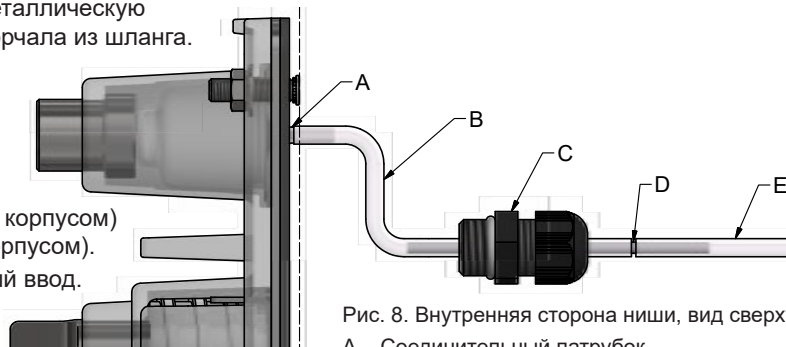

Рис. 8. Внутренняя сторона ниши, вид сверху.
1. Немного обрежьте входящий в комплект шланг до детали 1 пускового шланга (В), внутренняя деталь, см. рисунок 8. *Имейте в виду, что длина шланга должна учитывать будущую возможность обслуживания, связанного с необходимостью понизить уровень воды в бассейне.*
3. Наденьте другой конец пускового шланга на металлическую трубку (D) так, чтобы примерно треть трубки торчала из шланга.
4. Пропустите шланг с трубкой через кабельный ввод (C), расположенный внутри заглушки. Труба должна быть размещена в середине кабельного ввода шланг В должен немного выступать снаружи, см. рисунок.